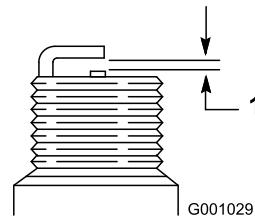

Figure 23
4. Réglez l'écartement des électrodes de la nouvelle bougie à 0,76 mm (0,030 po) (Figure 23).